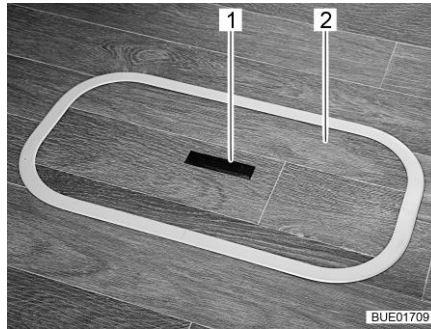
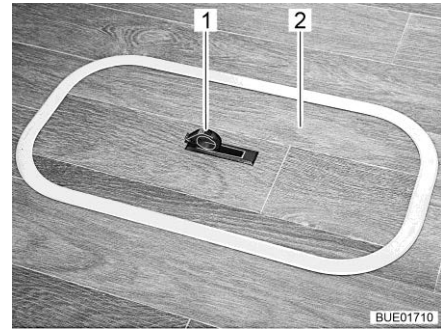

Fig. 70 Cubierta del compartimiento del fondo (tirador hundido)
Fig. 71 Cubierta del compartimiento del fondo (tirador girado hacia fuera)
- Presionar hacia abajo un lado de la placa de agarre (Fig. 70,1). El tirador (Fig. 71,1) girará hacia arriba.
- Quitar la cubierta (Fig. 70,2 ó bien Fig. 71,2) hacia arriba.